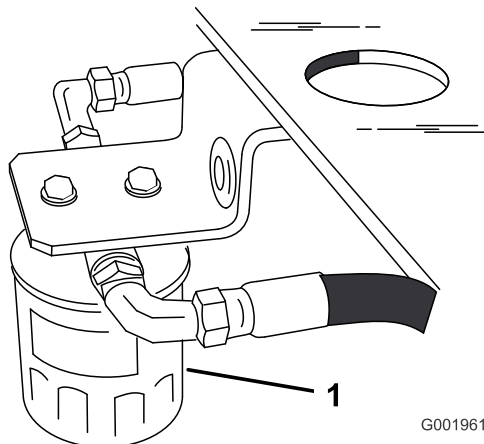

Figura 57
4. Localice el filtro debajo del depósito de combustible, y coloque un recipiente debajo del filtro (Figura 57).